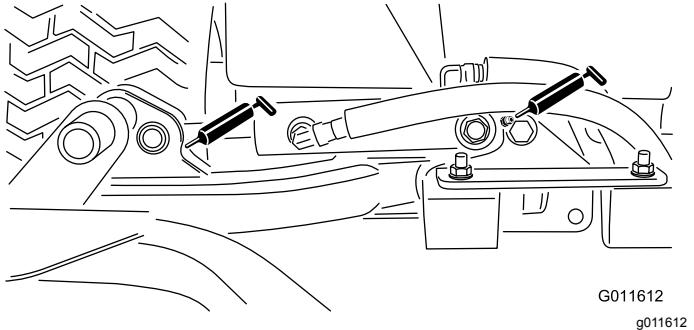

Figura 59
- Cilindri del braccio di sollevamento degli apparati di taglio (2 ciascuno) – Figura 59
- Perni orientabili del braccio di sollevamento (1 ciascuno) – Figura 59